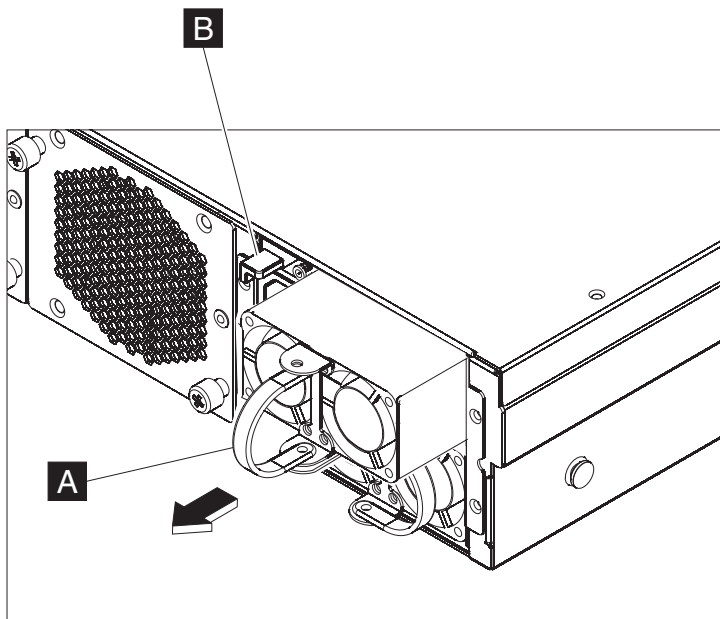

Figura 16. Removendo um Módulo de Fonte de Alimentação
- a. Prenda firmemente a alça **A** do módulo com falha enquanto pressiona a trava de liberação laranja **B** em direção à alça; mantenha a trava de liberação nesta posição, como mostra a Figura 16.